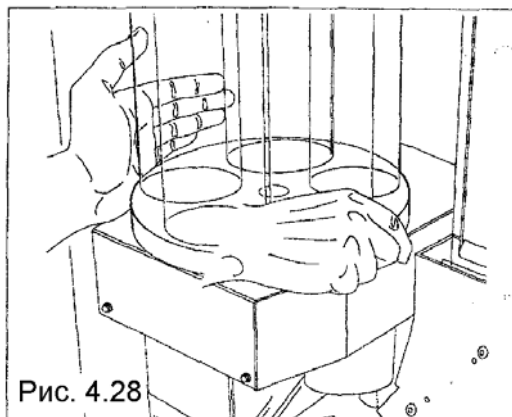

Рис. 4.28
- Снимите поворотное приспособление для стаканчиков (рис. 4.28).